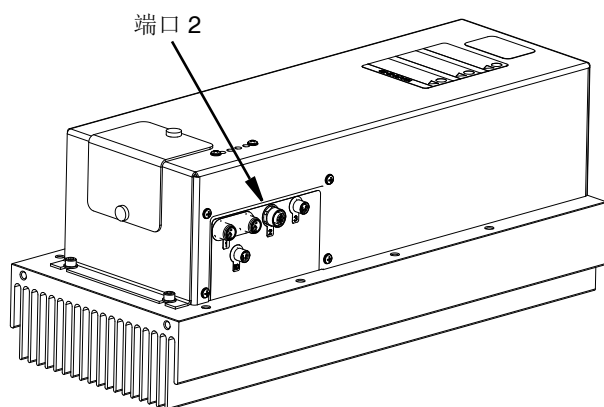

图 8
3. 将分配阀接口套件（MCM 上的端口 4）上标有“关闭”的空气管线连接到标有“关闭”的 Voltex 动态混合阀上的空气管线。参见图 8。